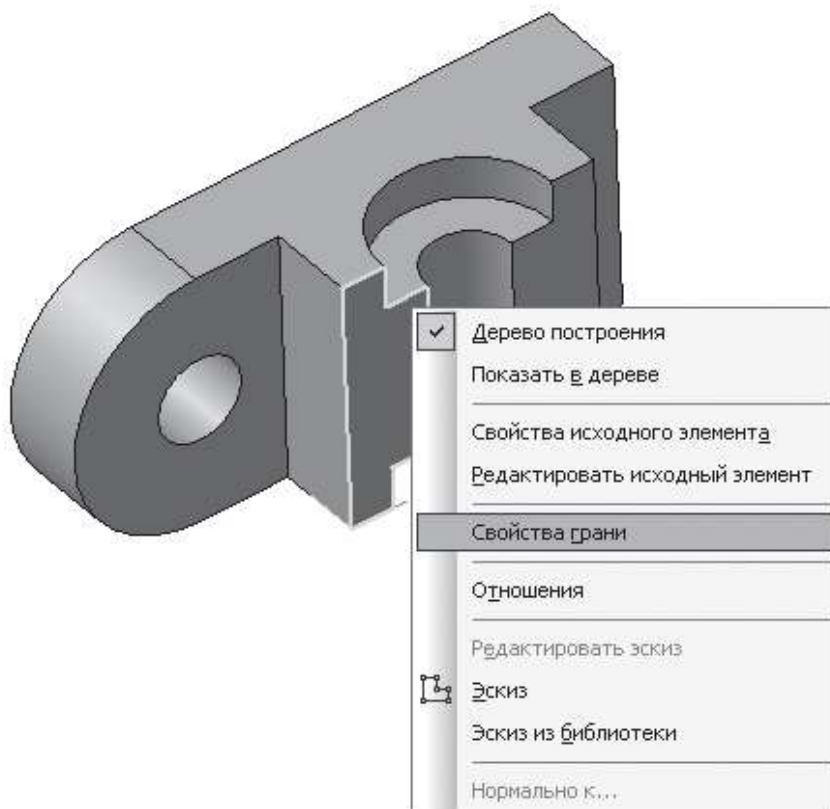

Рис. 14.16
- Установите курсор мыши в центре окружности (сработает глобальная привязка **Ближайшая точка**). Постройте окружность радиусом **5 мм** ( $R=10$ ) – рис. 14.16.
- Щелчком **ЛКМ** выделите грань, щелчком **ПКМ** вызовите контекстное меню и выберите щелчком **ЛКМ** свойство грани (рис. 14.16).